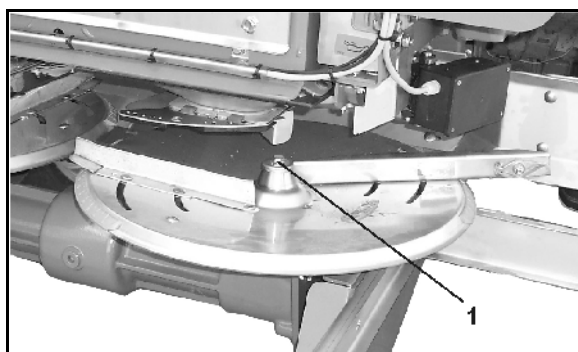

Fig. 55
1. Retirar el tornillo de mariposa (Fig. 55/1).
2. Girar el disco de dispersión de modo que el orificio de $\varnothing 8$ mm (Fig. 55) quede orientado hacia el centro de la máquina.